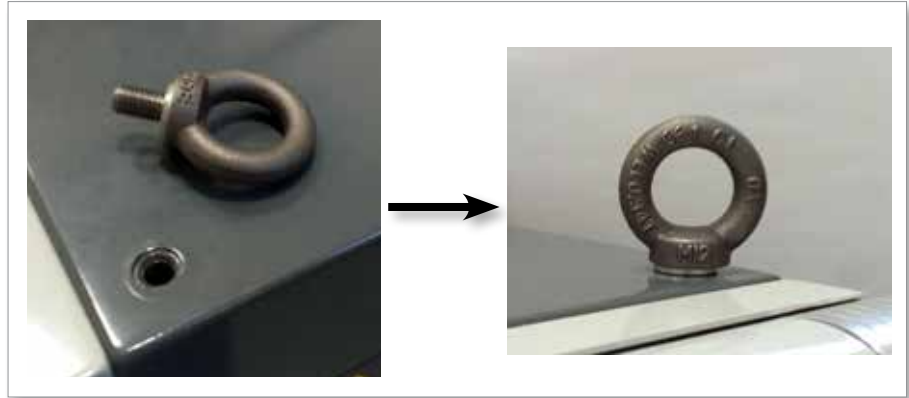

Figura 3-10 Instale los cáncamos y arandelas
6. Ensamble los cáncamos y las arandelas e instálelos en los orificios en la parte superior del controlador E-Multi. Ver Figura 3-10.